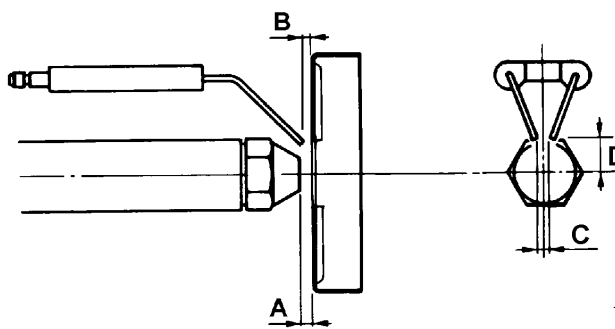

Fig. 28
**⚠** Prima di procedere allo smontaggio dell'ugello e degli elettrodi, scollegare i cavi **CV** (Fig. 26), rilevare le quote riportate in Fig. 28 e annotarle nella tabella Tab. 6.